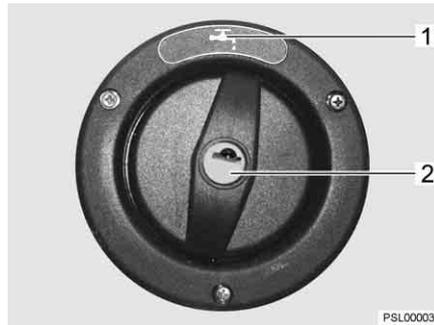

Fig. 36 Tapa de cierre para el tubo de llenado de agua potable
- ▷ El tubo de llenado de agua potable está identificado con el símbolo "H₂O" (Fig. 36,1).
- Introducir la llave en el cilindro de cierre (Fig. 36,2) y girar en sentido contrario a las agujas del reloj.